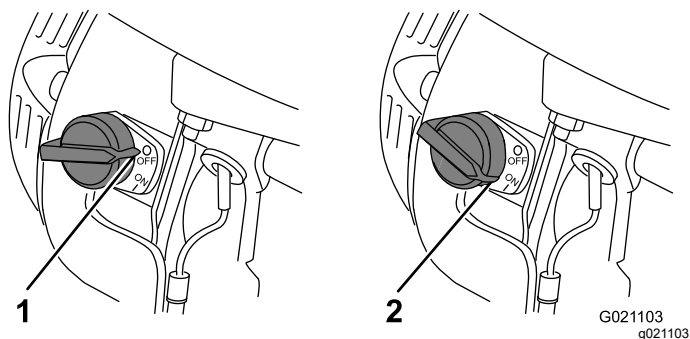

Figure 29
5. Placez la commande du moteur en position MARCHE (Figure 29).